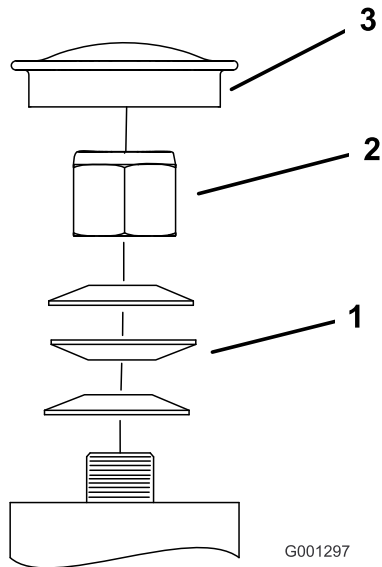

Figure 74
3. Retirez le couvre-moyeu de la roue pivotante et serrez le contre-écrou (Figure 74).
desserrez-le d'un quart de tour pour obtenir la précharge correcte des roulements (Figure 74).
Important: Veillez à placer les rondelles élastiques comme montré à la Figure 74.
- Reposez le couvre-moyeu (Figure 74).